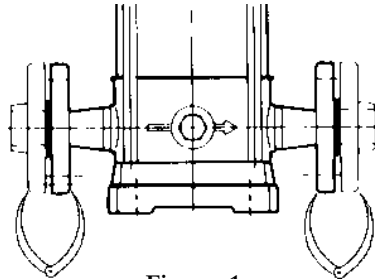

Figura 1
- La alineación angular de las bridas de succión y descarga se puede lograr mejor usando calibres en los lugares de los pernos. Vea la Figura 1.